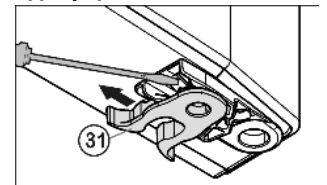

Fig. 9
- ▶ переставити Fig. 9 (31) пружинний затискач: Натиснути язичок заціпки вниз, зняти з нього пружинний затискач.